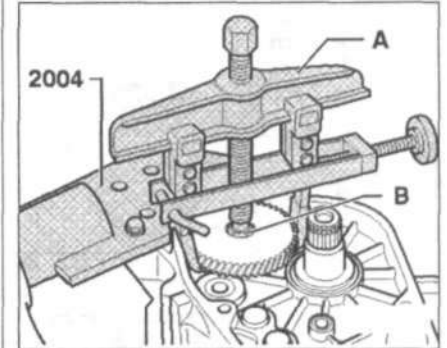

Рис. 8.26. Снимите шестерню 5-й передачи с помощью съемника А (Kukko 20/10) и болта В.
14. Снимите шестерню 5-й передачи с помощью съемника А (Kukko 20/10) и болта В (рис. 8.26).